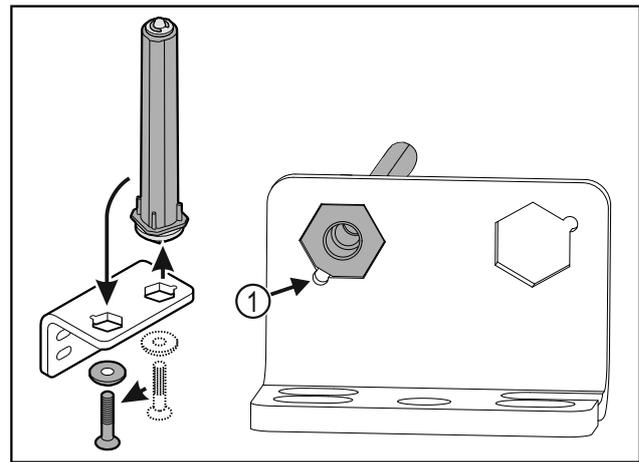

Fig. 30
- Verificare che durante l'inserimento lo smusso del perno Fig. 30 (1) sia rivolto verso il foro circolare.